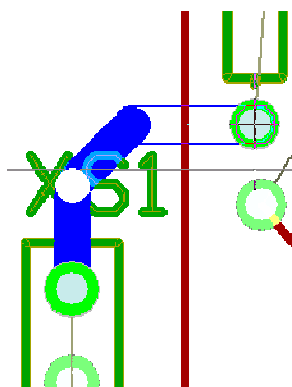

Рисунок 55 – Прокладка изгиба цепи питания.
13. Еще раз щелкнем левой кнопкой мыши, чем зафиксируем горизонтальный сегмент (рисунок 55).